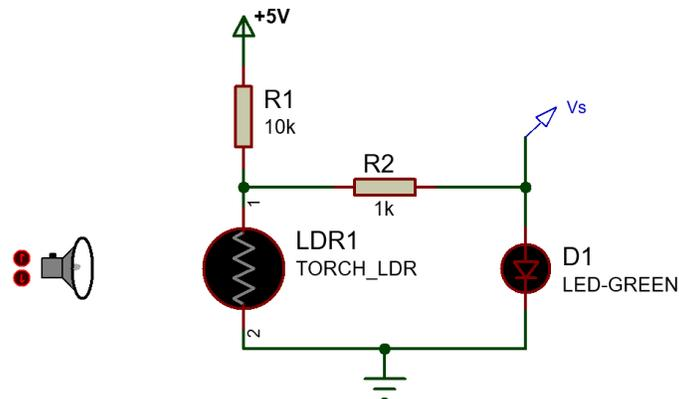

Figura 2.2. Circuito sensor de luminosidad.
3. Conecte el circuito de la figura 2.2 y mida el voltaje de salida.